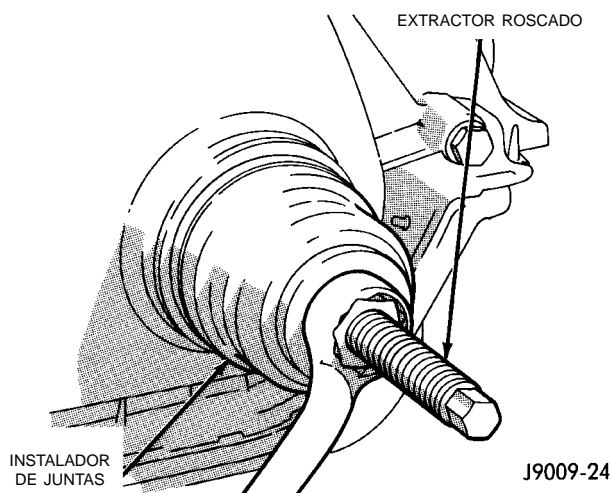

Fig. 62 Instalación de la junta de aceite de la tapa del cárter de la distribución
(1) Emplace la junta de aceite de recambio en el alineador de tapa del cárter de la distribución e instalador de juntas 6139 con el extremo abierto de la junta mirando hacia adentro. Aplique una película delgada de Perfect Seal, o equivalente, sobre el diámetro exterior de la junta. Revista ligeramente el cigüeñal con aceite de motor.
(2) Emplace la herramienta y la junta sobre el extremo del cigüeñal e inserte un extractor roscado dentro del instalador de juntas 6139 (Fig. 62). Apriete la tuerca hacia la herramienta hasta que contacte con la tapa.